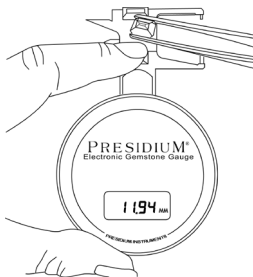

Рис. 2.2
- Если необходимо измерить незакрепленные камни, потяните ползунок вниз (Рис. 2.2) и поместите камень на платформу ползунка. Основание камня должно быть параллельно платформе, чтобы он не двигался.